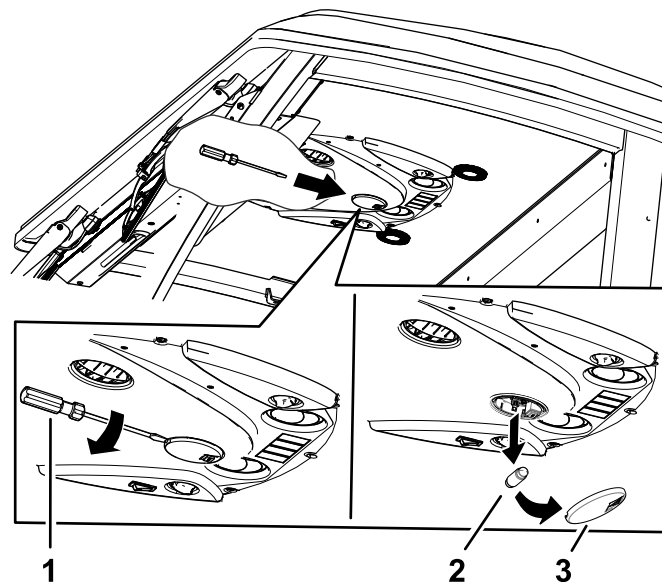

Figura 120
1. Utilizzate un cacciavite per rimuovere il vetro della lampadina dal quadro di comando. (Figura 120)
2. Rimuovete la lampadina dalla base della luce (Figura 120).